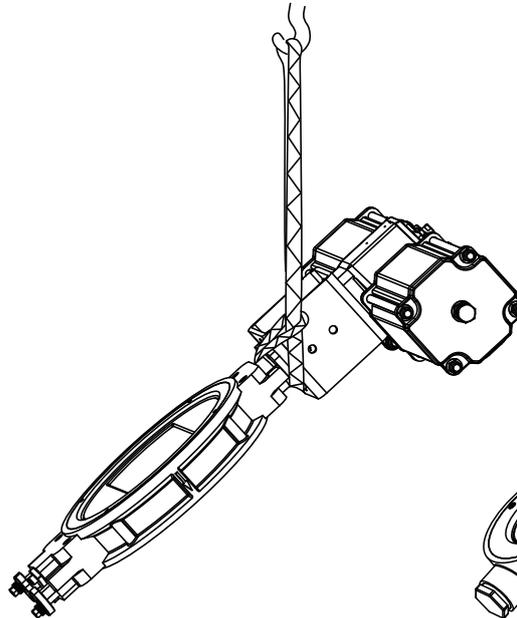

Fig. 5.1.2
- 2. Ventile mit Stellantrieb vom Typ Somas A -DA (doppelt wirkend), Größe  $\geq$  DN300:** Zum Anheben unter dem Montageflansch des Ventilantriebs siehe (→ Fig. 5.1.2)